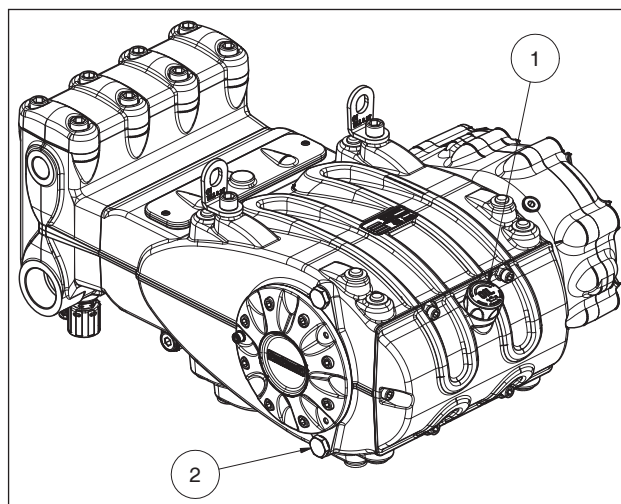

Fig. 3
Verifique o nível do óleo com a vareta da haste do nível do óleo especial, equipada de entalhes de mínimo e máximo ①, Fig. 3. Se necessário, complete até repor o nível.
A troca do óleo é executada com bomba de temperatura de trabalho, removendo: a haste do nível do óleo pos. ②, Fig. 3. O controle do óleo e a troca são efetuados conforme indicado no capítulo 11.
Prepare o sistema, de modo que não supere de modo algum os **115 °C (239 °F)** de temperatura do óleo durante o funcionamento da bomba. Use uma sonda de temperatura para introduzir no interior do dreno do óleo, pos. ② Fig. 3. Veja manual de "PROTEÇÃO CONTRA EXPLOSÃO ATEX".